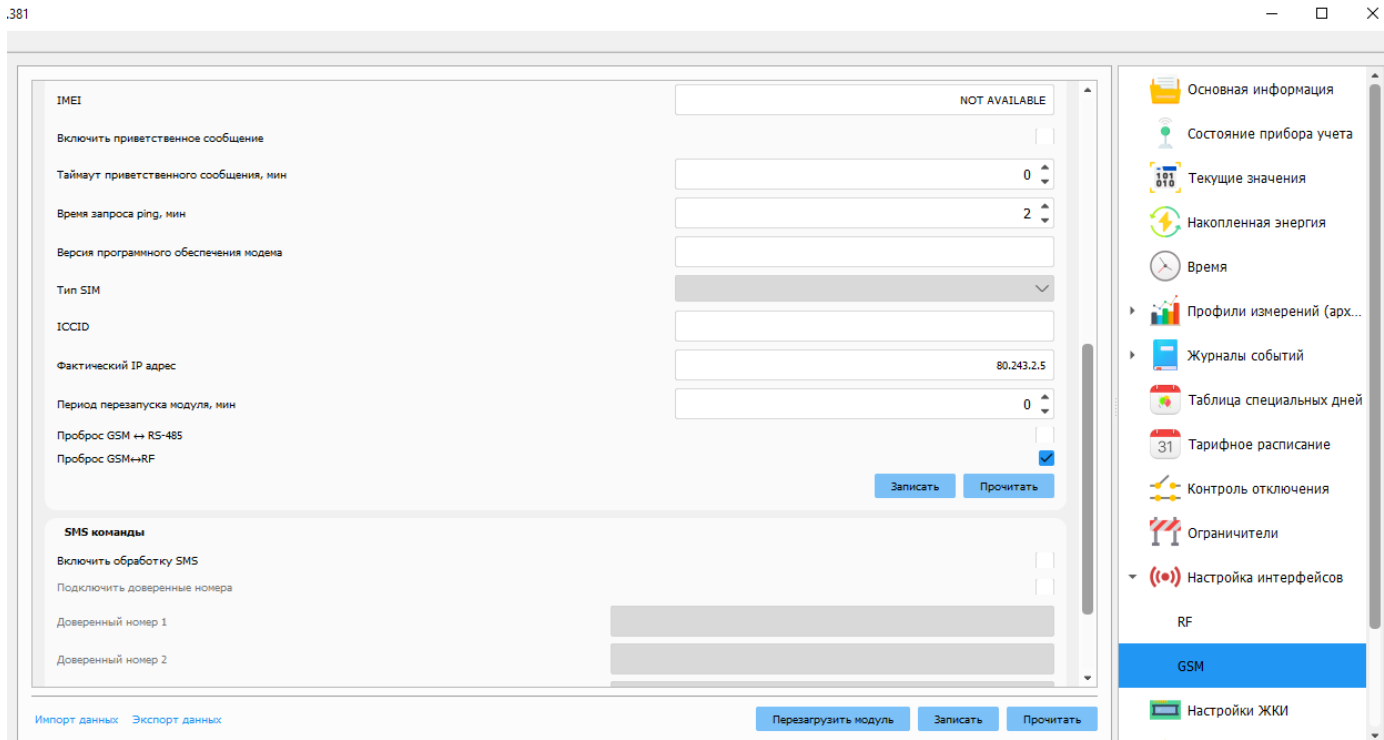

Рисунок 10
- подключиться к счетчику с помощью конфигуратора DLMS (версия 1.6.0.381 и выше, рисунок 10) согласно п. 4.10.